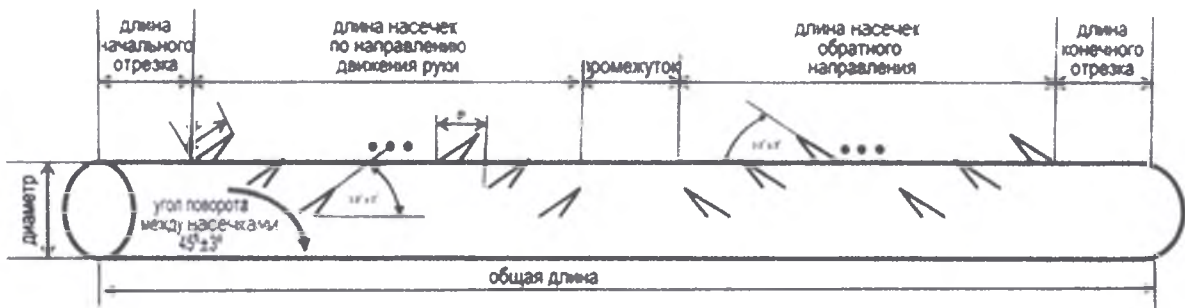

Рис. 17
9. Нити с круговыми разнонаправленными насечками COG 3D, серия – YRPN (рис. 17)